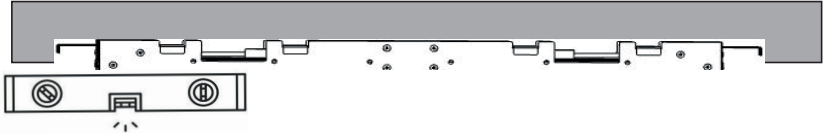

FIG.4
Un corretto posizionamento del telaio di sostegno prevede le uscite dell'acqua in posizione centrale e l'allineamento del bordo inferiore del telaio con la superficie esterna del soffitto (Fig.4).
For a correct placement of frame must be at the center of the frame, and the lower edge of the frame must be aligned with the external surface of the ceiling (Fig.4).
Un positionnement du châssis de soutien correct envisage les sorties de l'eau en position centrale et l'alignement du bord inférieur du châssis avec la surface extérieure du plafond (Fig.4).
Eine korrekte Positionierung vom Stützrahmen sieht die Wasserausgänge in zentraler Position vor und die Ausrichtung des unteren Rahmenrandes mit der externen Oberfläche der Decke (Abb.4).
Un correcto posicionamiento del bastidor de soporte prevé las salidas del agua en posición central y la alineación del borde inferior del bastidor con la superficie externa del techo (Fig.4).
Правильное расположение опорной рамы предусматривает расположение водовыпусков в центре и совмещение нижнего края рамы с внешней поверхностью потолка (рис. 4).
En korrekt placering av stödramen förutser vattenutgångar i centralt läge och inriktning av ramens nedre kant med takets yttre yta (Fig. 4).
如水从中间位置流出，且框架的下边缘同顶板外表面对齐，那么表示支撑框架定位正确（图4）。
- IT** Prima di fissare il telaio assicurarsi che quest'ultimo sia correttamente allineato al soffitto (Fig.4).
- EN** Before fixing the frame, make sure that it is aligned with the ceiling (Fig.4).
- FR** Avant de fixer le châssis vérifier que ce dernier est correctement aligné au plafond (Fig.4).
- DE** Bevor man den Rahmen fixiert sollte man sich vergewissern, dass dieser korrekt zur Decke ausgerichtet ist (Abb.4).
- ES** Antes de fijar el bastidor, asegúrese de que esté correctamente alineado con el techo (Fig.4).
- RU** Перед креплением рамы убедитесь, что последняя правильно выровнена с потолком (рис.4).
- SV** Innan du fäster ramen ska du försäkra dig om att denna är korrekt inriktad med taket (Fig. 4).
- ZH** 固定框架前, 请确保框架已经正确同顶板对齐 (图4)。